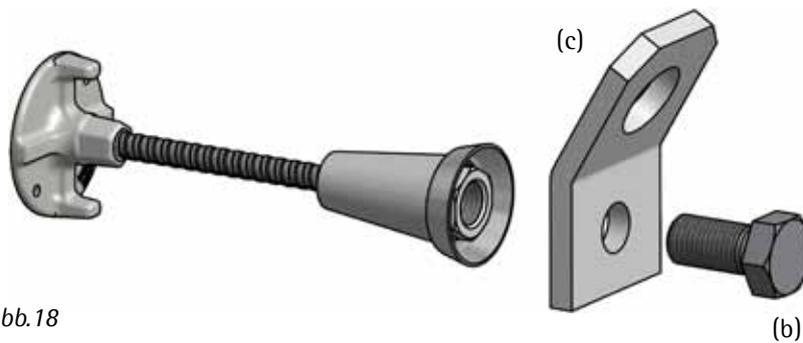

Abb.18
4. Befestigung Abspannung (Abb.18)